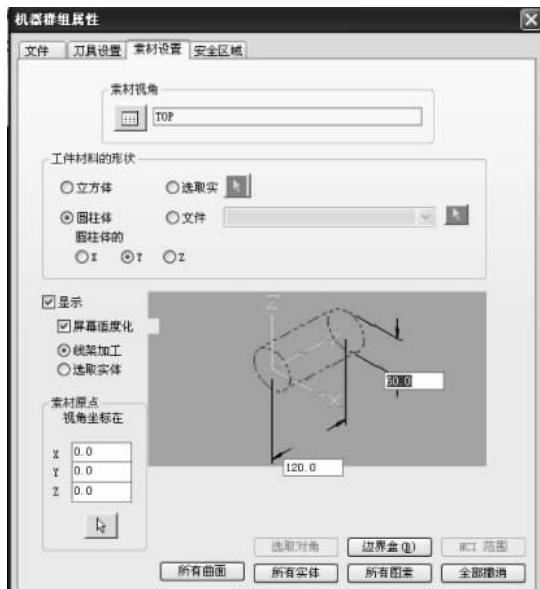

图 5-125 素材设置
(10) 在弹出的“机器群组属性”对话框中的“素材设置”选项卡,设置素材参数如图 5-125 所示。单击“确定”按钮,结束素材设置。